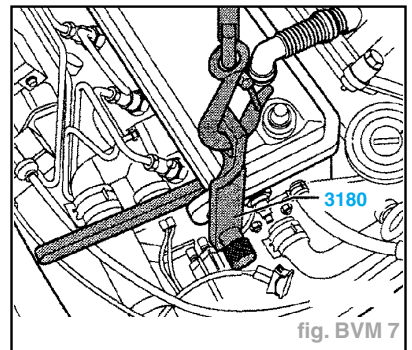

fig. BVM 7
- Visser le support 3180 à l'avant gauche sur le moteur (fig. BVM 7).